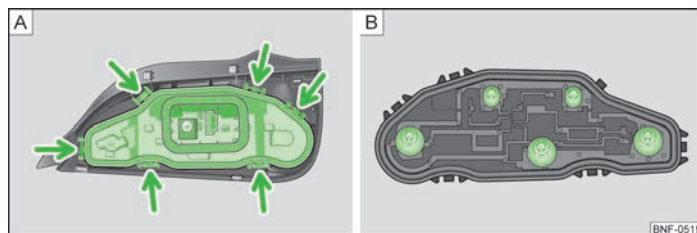

Bild 127 Bakljus: Udskiftning af pærer
- › Lossa lampsockeln på snäpplåsen (pilar) » bild 127 - **A** och ta ut lampsockeln ur bakljuset.
- › Tryck in och vrid den defekta glödlampan **moturs** tills det tar stopp och ta ur den » bild 127 - **B**.